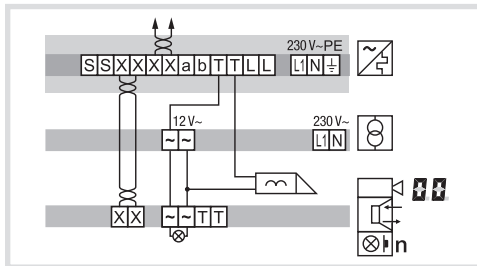

Bild 10: Briefkastenfront Video Anschluss mit manipulationsgeschütztem Türöffner
- Bei manipulationsgeschützter Installation den Türöffner an den Kontakt  der Strangversorgung anschließen (Bild 10).